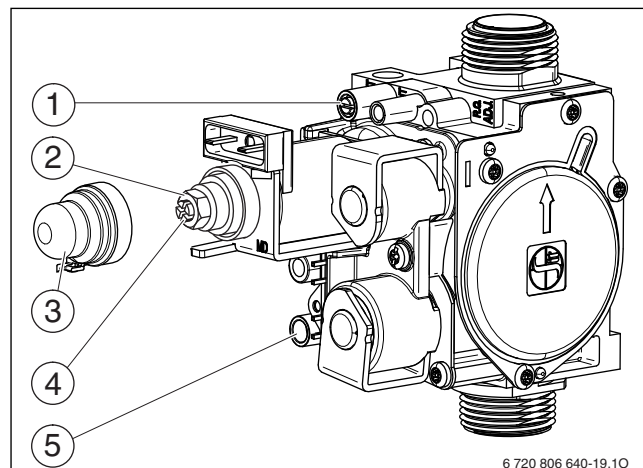

Рис. 32 Газовая арматура
- ▶ Отверните уплотнительный винт штуцера измерения давления на форсунках (→ рис. 32, [1]) и подсоедините U-образный манометр.
- ▶ Снимите крышку (→ рис. 32, [3]).
- ▶ Давление на форсунках (мбар) для положения «максимум» приведено в таб. на стр. 37. Установите давление на форсунках регулировочным винтом максимального расхода газа (→ рис. 32, [2]). Поворот направо - больше газа, поворот налево - меньше газа.
- ▶ Давление на форсунках (мбар) для положения «минимум» приведено в таб. на стр. 37. Установите давление на форсунках регулировочным винтом минимального расхода газа (→ рис. 32, [4]).
- ▶ Выключите котёл и закройте газовый кран, отсоедините U-образный манометр и заверните уплотнительный винт (→ рис. 32, [1]).
- ▶ Отверните уплотнительный винт на штуцере измерения подаваемого давления газа (→ рис. 32, [5]) и подсоедините манометр.
- ▶ Установите и опломбируйте крышку (→ рис. 32, [3]).